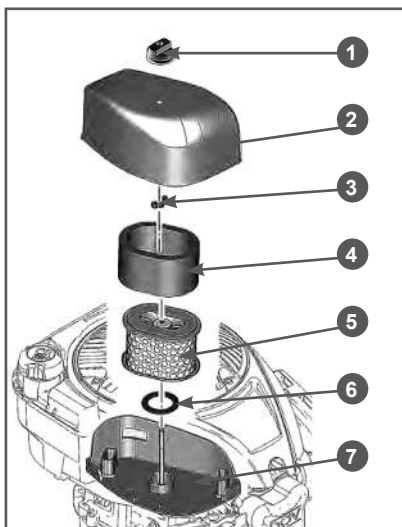

Рис. 26 Обслуживание воздушного фильтра
1. Открутите гайку 1 и снимите крышку 2 воздушного фильтра (Рис. 26).
2. Открутите барашковую гайку 3 (Рис. 26).
3. Чтобы предотвратить попадание грязи и мусора в карбюратор, осторожно извлеките воздушный фильтр в сборе (фильтрующий элемент 4 и бумажный фильтрующий элемент 5) из основания 7 воздушного фильтра (Рис. 26).
4. Снимите поролоновый фильтрующий элемент 4 с бумажного фильтрующего элемента 5 (Рис. 26).
8. Установите сухой поролоновый фильтрующий элемент 4 на бумажный фильтрующий элемент 5 (Рис. 26).
9. Очистите основание 7 и крышку 2 воздушного фильтра от загрязнений, не допуская попадания грязи в воздуховод, ведущий к карбюратору (Рис. 26).
10. Перед установкой воздушного фильтра убедитесь, что уплотнительное кольцо 6 воздушного фильтра находится на месте и не имеет повреждений (Рис. 26).